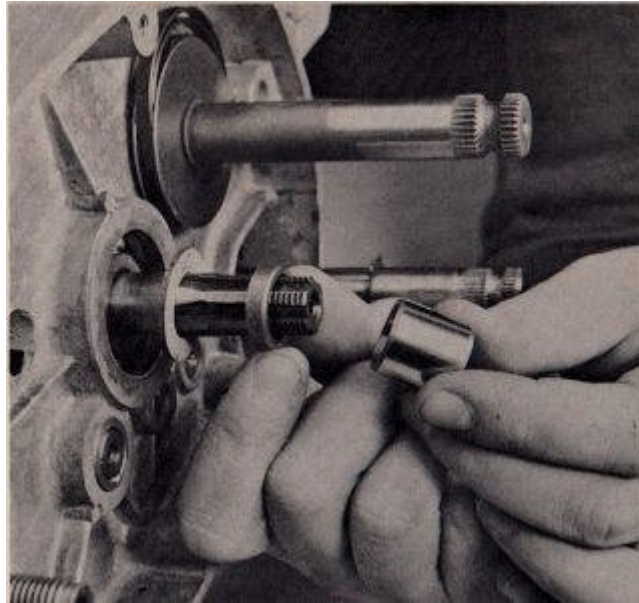

FIG. 95
7. A continuación, instale la aguja del embrague teniendo anillo interior en el eje principal, empalmado hacia arriba contra el espaciador cubo del embrague (Fig. 95).